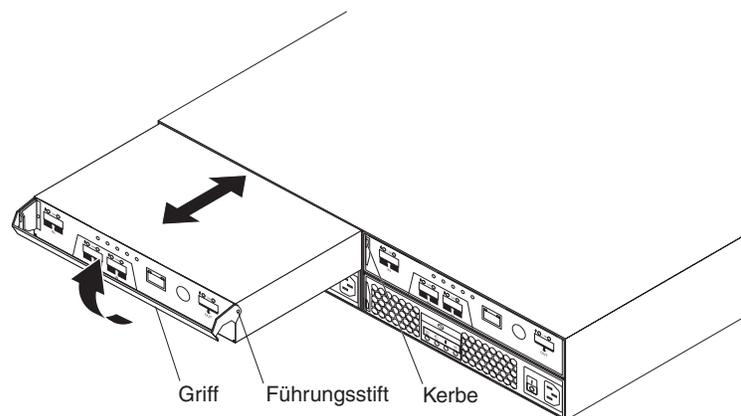

Abbildung 42. Controller A entfernen und austauschen
- b. Ziehen Sie den Griff langsam vom Gehäuse weg, um den Controller aus der Position zu entfernen, wie in Abb. 42 auf Seite 79 dargestellt.
- b. Stellen Sie sicher, dass die Führungsstifte an der Seite des Controllers in die Kerben am DS3200-Gehäuse eingesetzt sind. Siehe hierzu Abb. 42 auf Seite 79.